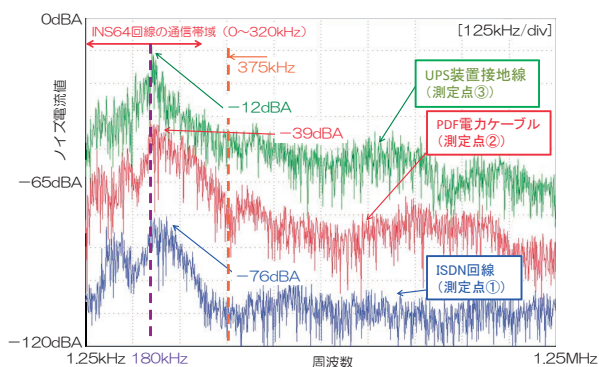

図7 各測定点における電流のスペクトラム
測定値にFFT処理を実施した結果、すべての測定点において180kHzを中心とするノイズを確認し、測定点①で-76dBμA (0.16mA)、測定点②で-39dBμA (11mA)、また、測定点③で-12dBμA (250mA) と最も大きな電流を確認しました (図7)。